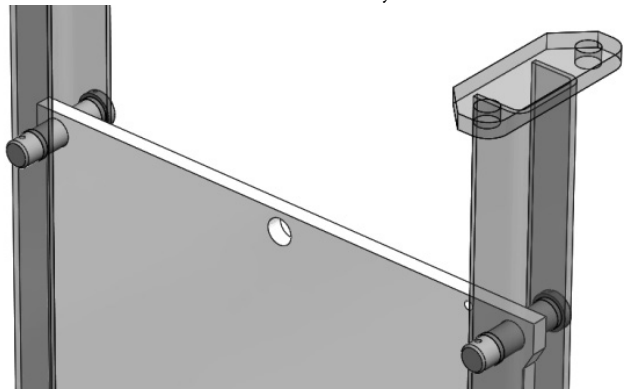

Figura 17. Carrera correctamente ajustada.
3. La carrera está correctamente ajustada si la compuerta (2) puede bloquearse con los pasadores de bloqueo (13). En caso contrario, continúe con el siguiente paso para ajustar la carrera. Consulte la Figura 17.